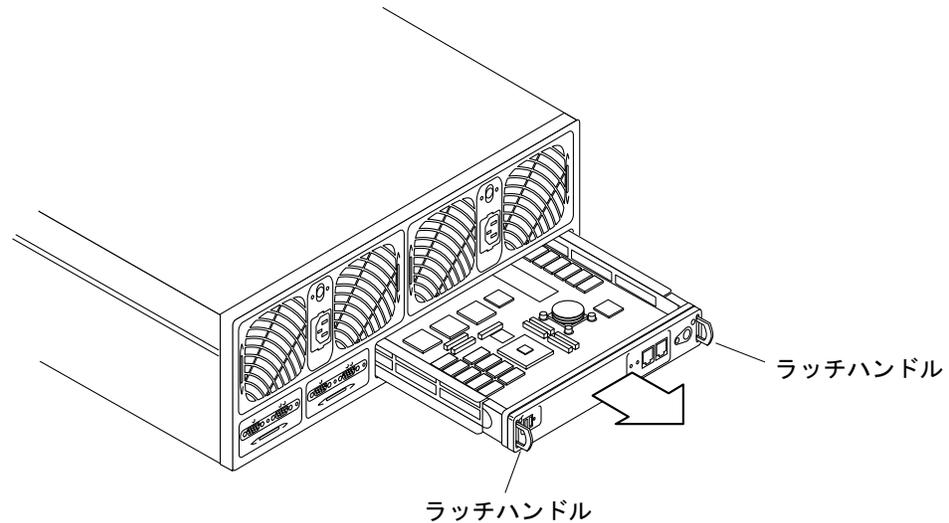

図 5-8 コントローラカードの取り外し
5. ラッチハンドルを押し込んで、コントローラカードのロックを解除します (図 5-8)。